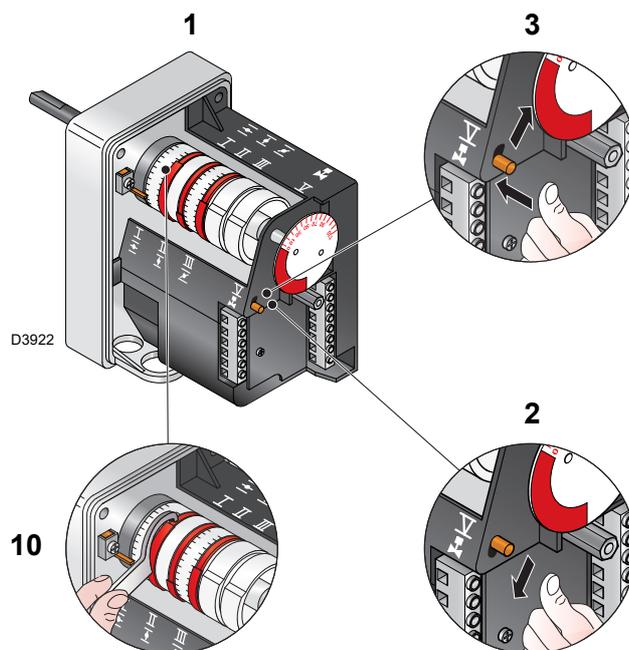

Fig. 31
- Pour l'éventuel réglage de la came III, en particulier pour les petits déplacements, il est possible d'utiliser la clé correspondante 10)(Fig. 31) soutenue par un aimant sous le servomoteur.
Légende (Fig. 31)